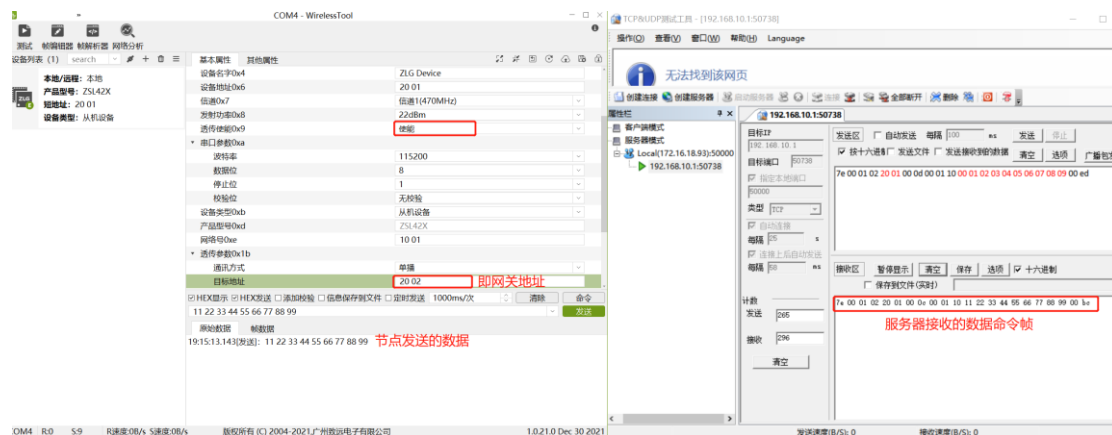

图 4.50 服务器使用命令帧接收数据
2) TCP 服务器接收到 0x2001 节点发送的 16 进制数据：11 22 33 44 55 66 77 88 99，如图 4.50 所示，接收到的命令帧：